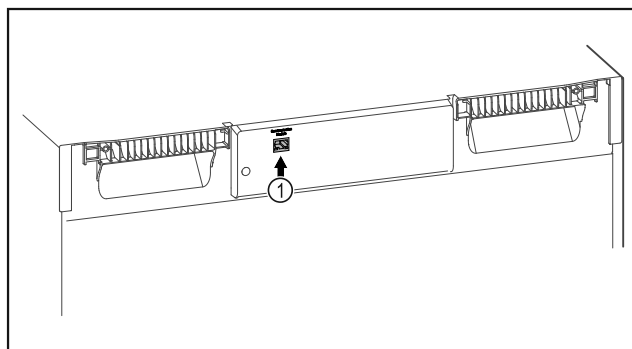

Fig. 101
- SmartModule Fig. 101 (1) is geplaatst.